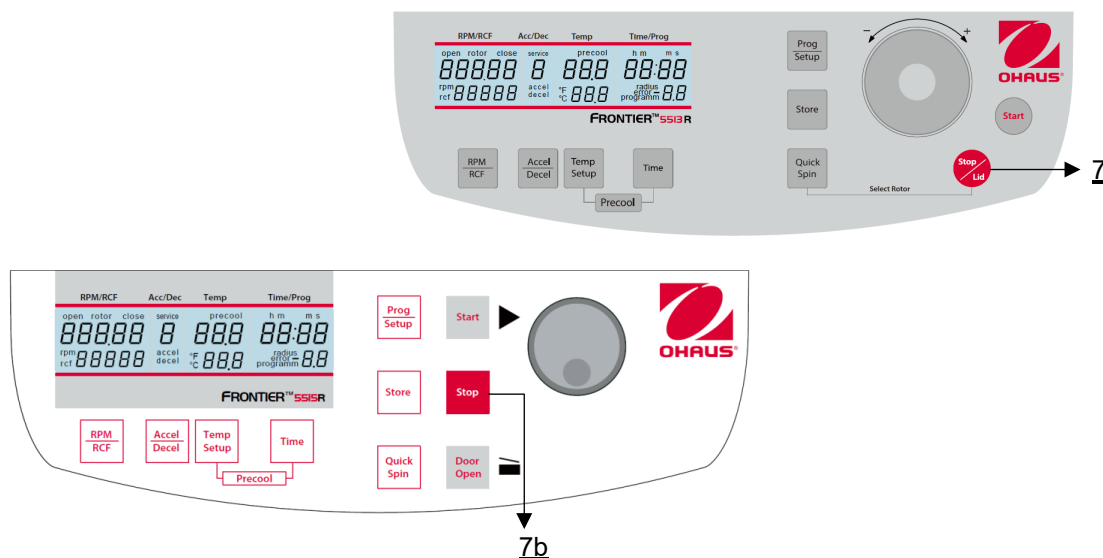

Figura 23
Mediante la tecla **"Stop"** (7b) o **"Stop/Tapa"** (7) (véase la figura 23) puede interrumpir la marcha en cualquier momento. Tras pulsar la tecla, la centrífuga desacelera con la intensidad preseleccionada respectiva hasta detenerse.